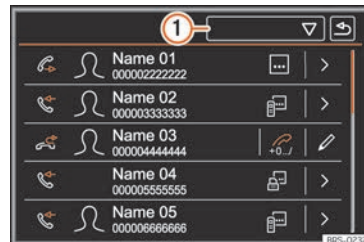

Abb. 226 Menü Anrufe (Anruflisten).
- Funktionsfläche **☑** **»» Abb. 226 1** antippen.